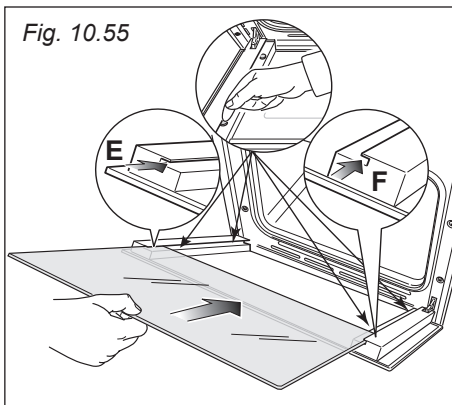
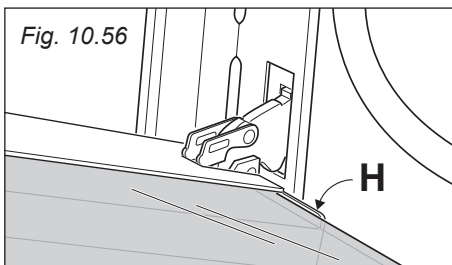

Fig. 10.55
Fig. 10.56
IMPORTANTE: È consigliabile, durante l'inserimento del vetro, tenere premuti in posizione i 4 distanziatori "D", mediante un dito, al fine di evitare la rottura o lo sfilamento dei distanziatori stessi (fig. 10.55).
- Inserire il vetro nelle guide "E" ed "F" (fig. 10.55) e farlo scorrere dolcemente fino ai fermi "H" (fig. 10.56).